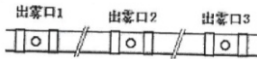

图1
5、安装于所需加湿场所外墙或内墙上,合理布置管路,接口密闭,防止漏气。在较大的加湿场所,可以较小出雾口均匀分布,如图1所示。在管路预设当中,应以水平为主,尾端相对较高,以使积水回流到机器,避免中间管路积水堵塞。管路设置当中,禁止出现如图2所示的管路连接方式。